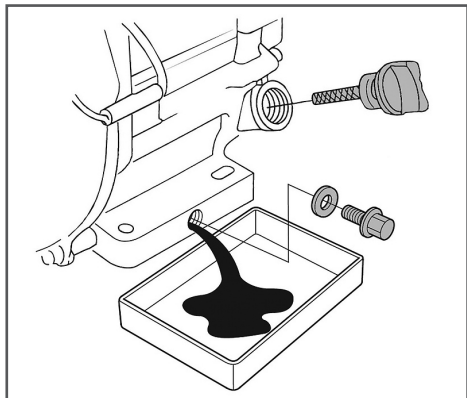

Рис. 15 Замена масла в двигателе
4. Очистите от загрязнений зону вокруг маслосливной горловины. Извлеките крышку-щуп из маслосливной горловины (Рис. 15) и протрите щуп чистой ветошью.
5. Открутите пробку для слива масла и слейте отработанное масло в подготовленную для этого емкость (Рис. 15).